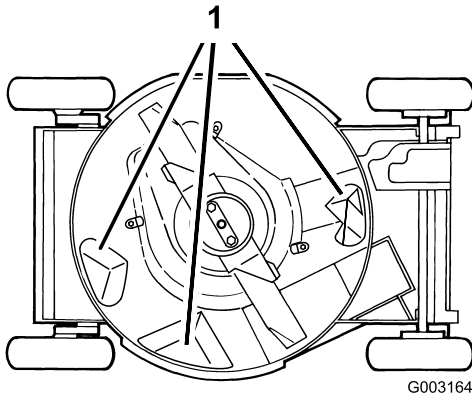

Figure 40
Pour obtenir des résultats optimaux, le dessous du carter de la machine doit rester propre. Veillez particulièrement à débarrasser les kickers de tout débris (Figure 40).
5. Enlevez les 2 écrous, l'accélérateur et la lame (Figure 40).